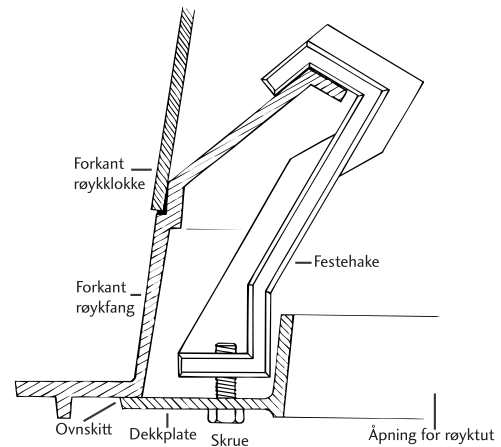

Fig. 3
2. Stikk hånden opp gjennom røykhullet i dekkplaten og heng festehaken (den største) på plass som vist i fig. 3. Mens denne holdes på plass med venstre hånd, stikkes skruen opp gjennom hullet i dekkplaten og entres i festehaken. Når skruen strammes, klemmes dekkplaten på plass.